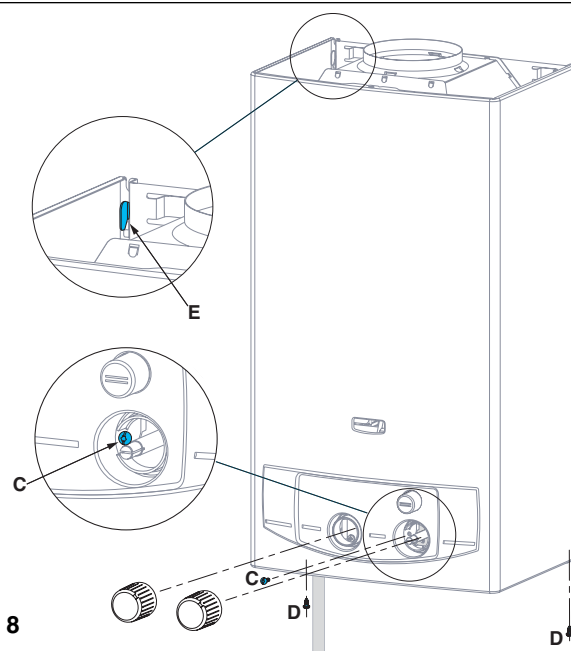

Fig. 8
- Draai de bevestigingsschroeven **C** van de plaat los (onder de temperatuurkeuzeknop) (Fig. 8)
- Draai de 2 bevestigingsschroeven **D** van de bekleding (Fig. 8)
- Houd de kap op zijn plaats (Fig. 8)
- Plaats de knoppen van het gas (23) ende temperatuurregeling (22) terug.